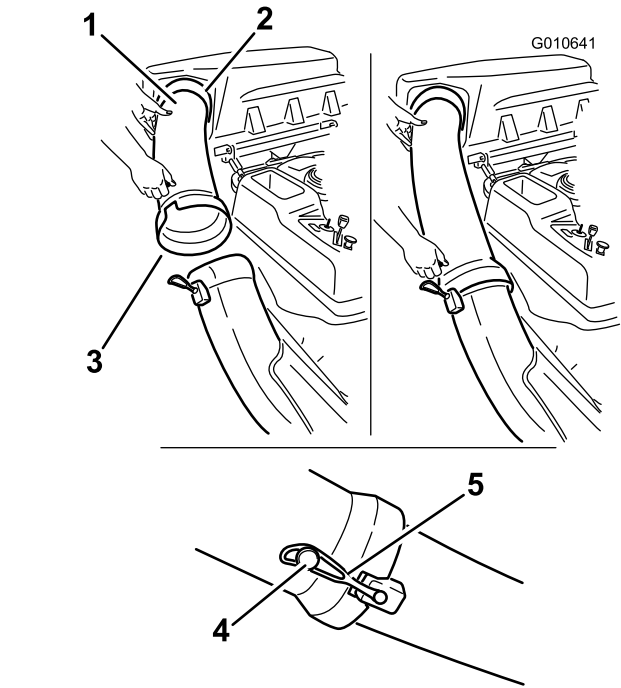

Figura 24
- Introduzca el extremo curvo del tubo de descarga en el orificio de la tapa del ensacador (Figura 24).
- Coloque el extremo abocinado del tubo de descarga sobre el extremo del conducto. Enganche la correa de goma del conducto alrededor de la clavija del tubo de descarga (Figura 24).